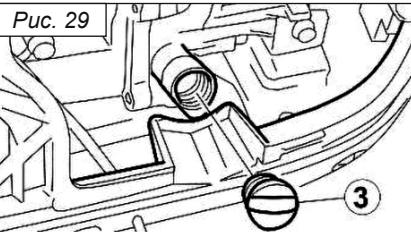

Рис. 29
- Снимите крышку маслозаливной горловины ③, рис. 29.